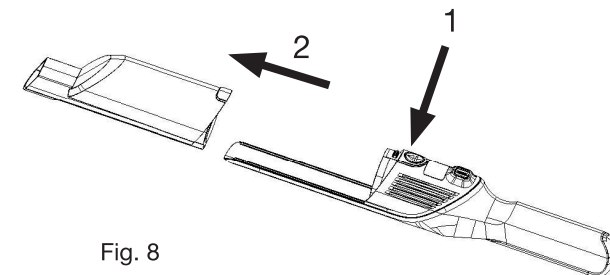

Fig. 8
Pulse el botón de apertura del depósito de polvo (1) (fig. 8) para desbloquearlo. Después, retírelo deslizando por el rail en la dirección indicada por la flecha (2).